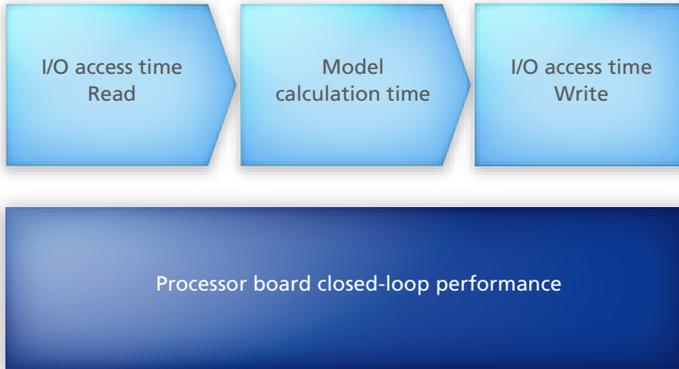

图 1：实际闭环性能除了取决于处理器的计算能力，还取决于处理器是否能保持尽可能快的数据总线 I/O 访问速度。
**快**速控制原型系统被应用于控制工程的许多不同领域，它可以被用来在真实环境下测试验证控制策略。得益于当今处理器不断增强的计算能力，即使是高强度计算的应用程序也能被及时处理。但是实时系统不仅仅依赖于模型的计算时间。I/O 接口的访问速度也起着重要作用（图 1）。如果系统需要对大量 I/O 通道进行操作，或对外部事件的响应时间有严格要求，那么 I/O 的访问速度将会成为一个瓶颈。